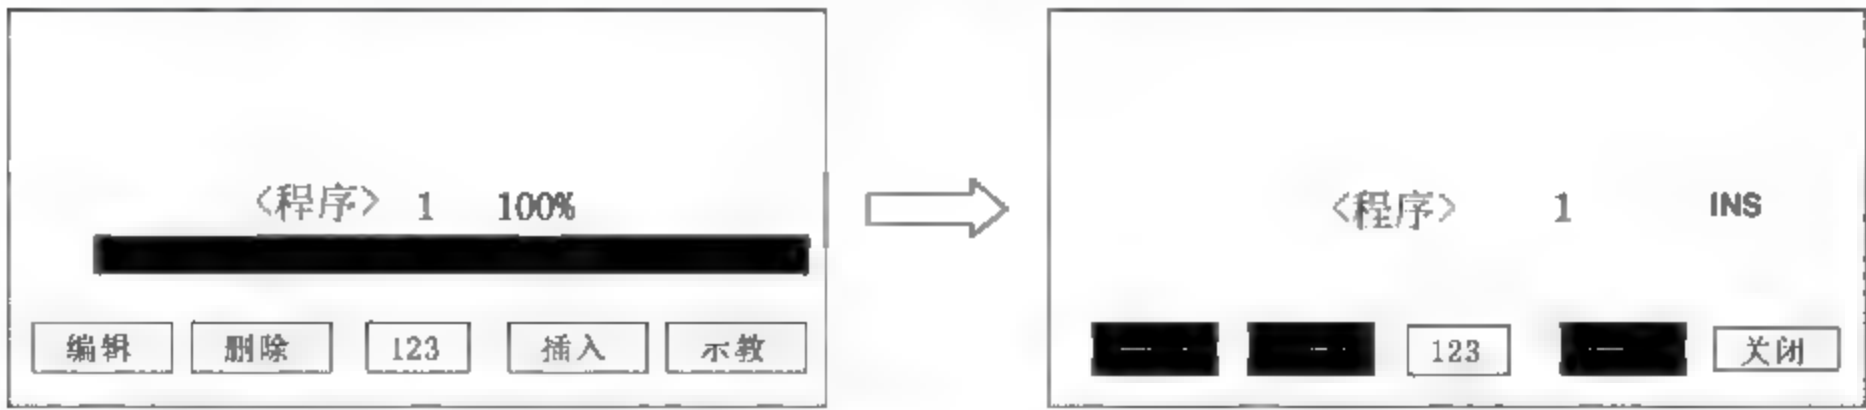

图 4-5 程序输入编辑界面
(4) 进入指令编辑。以输入以下程序为例：
① 按下对应“插入”功能的 F3 键,进入“插入编辑”状态,如图 4-5 所示。